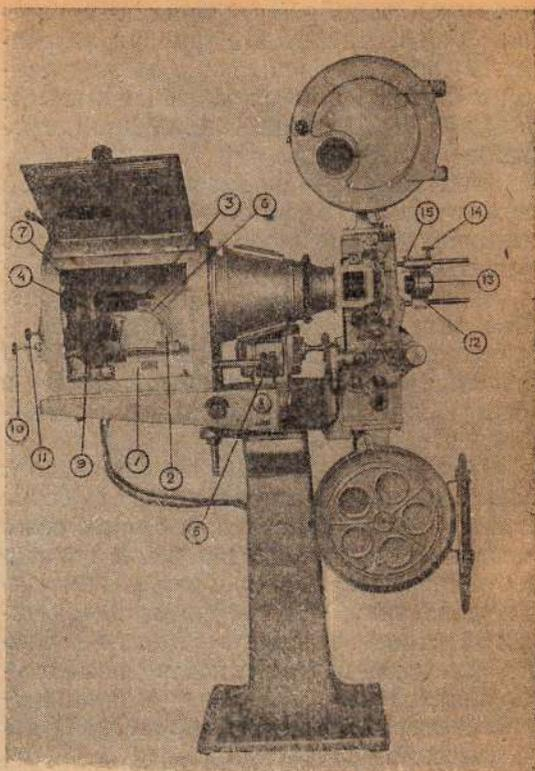

Рис. 6. Вид проектора с открытой дверцей фонаря.
На рис. 6 показан проектор с открытой дверцей фонаря. Внутри фонаря видно основание дуговой лампы (1), которое четырьмя болтами крепится к столу. Вдоль основания имеется направляющая для кронштейна (2) угледержателя (3) положительного угля. Под углом к нему по направляющей может перемещаться угледержатель отрицательного угля (4). Передвижение того или иного угледержателя осуществляется сдвоенной рукояткой (5), вынесенной вперед фонаря. При вращении одного маховичка рукоятки перемещается положительный угледержатель, при вращении другого маховичка перемещается отрицательный угледержатель. Когда положение углей отрегулировано, маховички сдвигаются вплотную; при этом они сцепляются и при дальнейшем вращении происходит одновременная подача обоих углей.
на рис. 6. Такое электромагнитное дутье, с одной стороны, способствует более спокойному горению дуги, а с другой стороны, — отклоняя пламя от зеркала, предохраняет его. Обмотка электромагнитного дутья защищена щитками (9).
Сферический отражатель имеет диаметр 250 мм, задняя его поверхность посеребрена, омеднена и покрыта специальным лаком для защиты серебряного слоя от механических повреждений. Отражатель зажимается в специальную оправу, которая укреплена на основании дуговой лампы. Помощью рукояток (10 и 11) (рис. 6) оправа с отражателем может перемещаться и менять угол наклона при юстировке всей оптической системы.
Объектив (12) (рис. 6) зажимается в объективодержателе (13), который перемещается по направляющим стержням вращением рукоятки кремальеры (14) и после фокусировки закрепляется затяжным винтом (15).